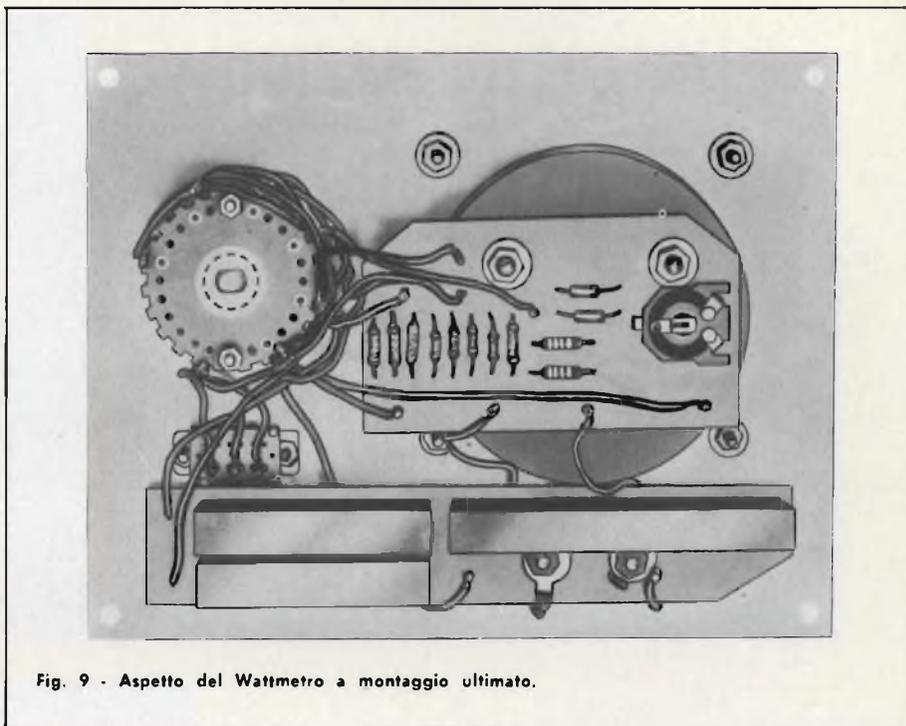

Fig. 9 - Aspetto del Wattmetro a montaggio ultimato.
Le fasi costruttive, elencate qui di seguito, portano sino alla realizzazione completa dello strumento com'è illustrato in fig. 9.
- Montare il circuito stampato CS1 allo strumento fig. 9.
- Montare il circuito stampato CS2 ai morsetti serrafile, mettere il capocorda e fissarlo con i relativi dadi fig. 9.